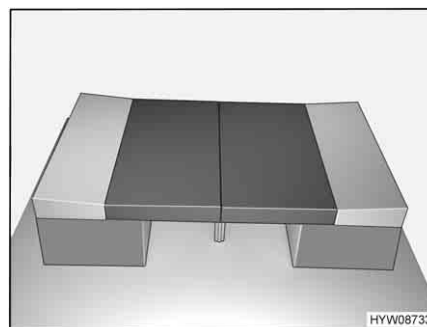

Fig. 95 Después de la transformación
- Colocar los cojines del respaldo entre los cojines del asiento y la pared (véase Fig. 95).